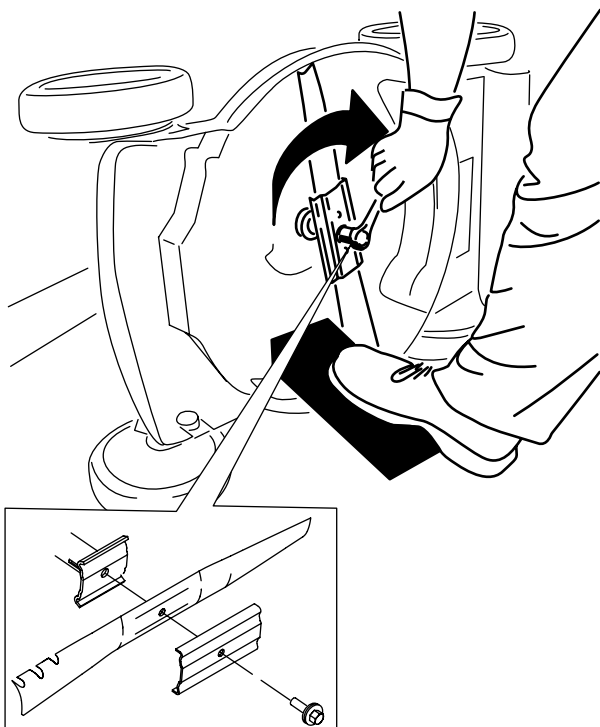

Figure 28
4. Montez la nouvelle lame et toutes les fixations (Figure 28).